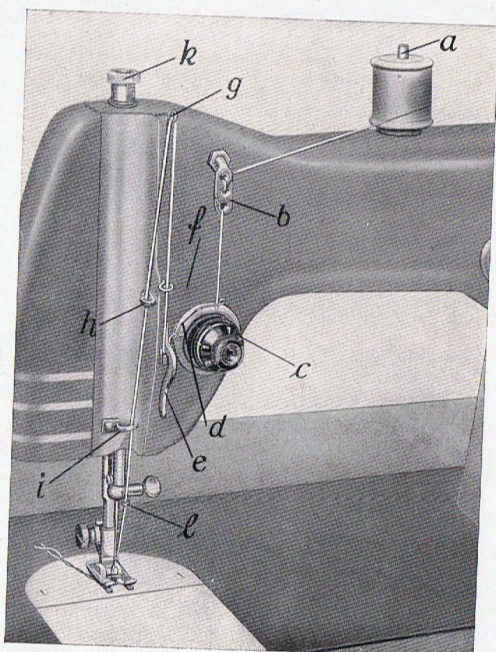
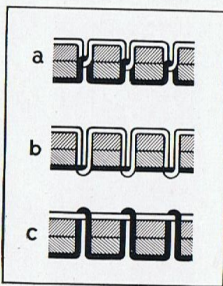

Abbildung 3
Abbildung 7
4. Einsetzen der Nadel (Abb. 3)
5. Einsetzen des Nähfußes (Abb. 3)
6. Regelung des Nähfußdruckes (Abb. 3)
7. Einfädeln des Oberfadens (Abb. 3)
11. Einregulierung der Fadenspannungen (Abb. 7)
Ist die Unterfadenspannung richtig einreguliert, wird die endgültige Einstellung der Fadenspannung nur noch an der Oberfadenklemmspannung (c) Abb. 3 vorgenommen, bis das Aussehen der Naht nach Darstellung (a) Abb. 7 erreicht ist.